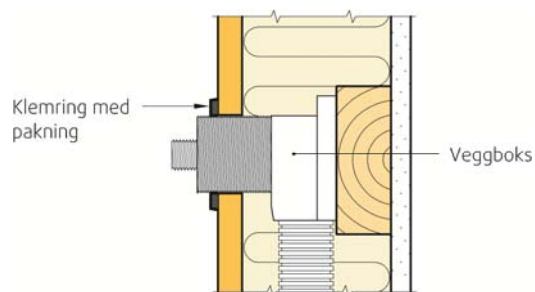

Fig. 6
- Veggbokser med tetningsring med dokumentert vanntetthet mot baderomspanelet. Se fig. 6.